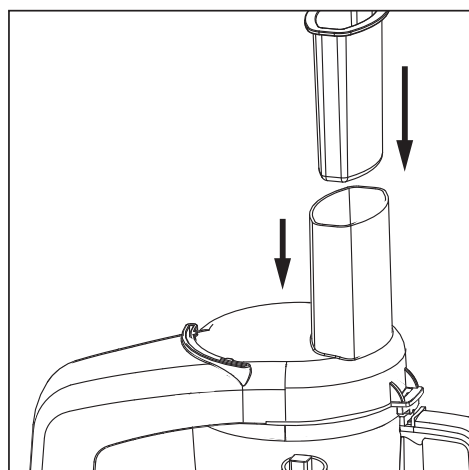

Figura 10
- 7 Gire la perilla a la posición ON (ENCENDIDO) para un procesamiento continuo. Presione levemente y de forma continua con el empujador de alimentos (Figura 10).